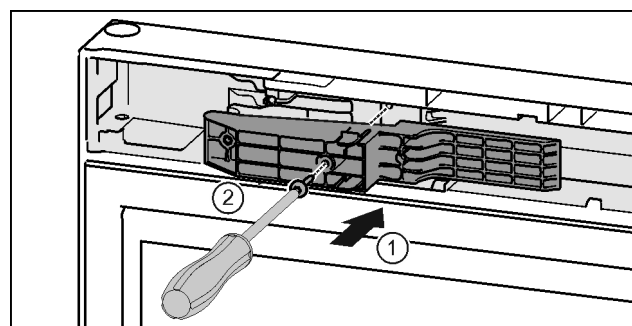

Fig. 46 *
- Placer l'adaptateur dans la fente sur le côté de la poignée. Fig. 46 (1)*
- Serrer les vis avec un tournevis T15. Fig. 46 (2)*